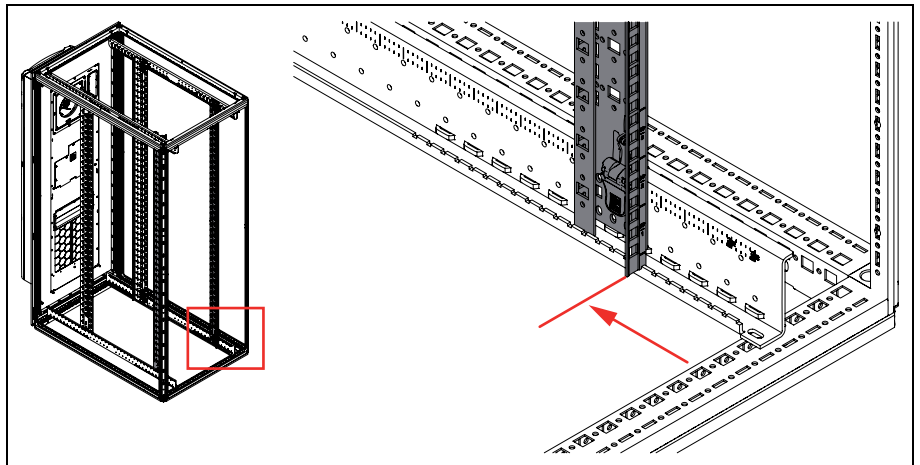

Abb. 2: Einstellen vordere 19"-Vertikalschiene
- Abstand von Vordertür zu vorderen 19"-Vertikalschiene: 150 mm (Abb. 2).